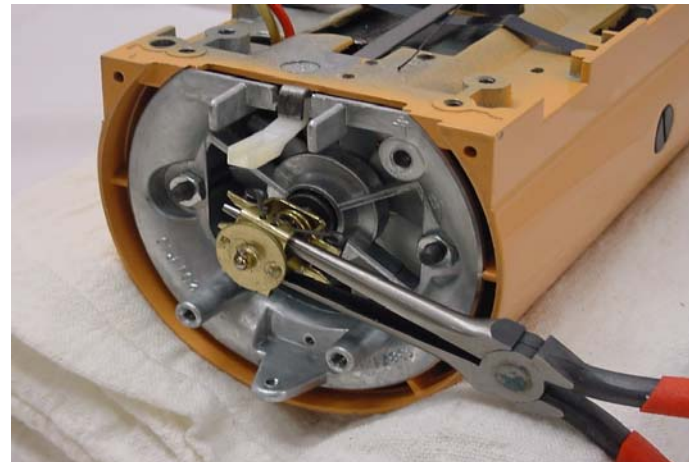
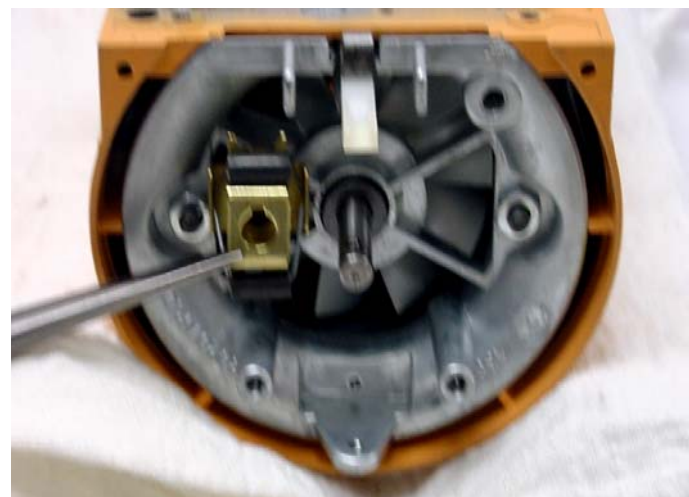

Abb. 21: Fliehkraftregler mit Spitzzange vorsichtig von der Motorwelle abhebeln.
Abb. 22: Ausgebauter Fliehkraftregler.
C. Mit einer Spitzzange den Fliehkraftregler vorsichtig von der Motorwelle abhebeln (Abb. 21). Nicht verbiegen. Den Mitnehmerstift des Fliehkraftreglers aus der Welle nehmen und sicher beiseitelegen, damit er nicht verloren geht (Abb. 22).